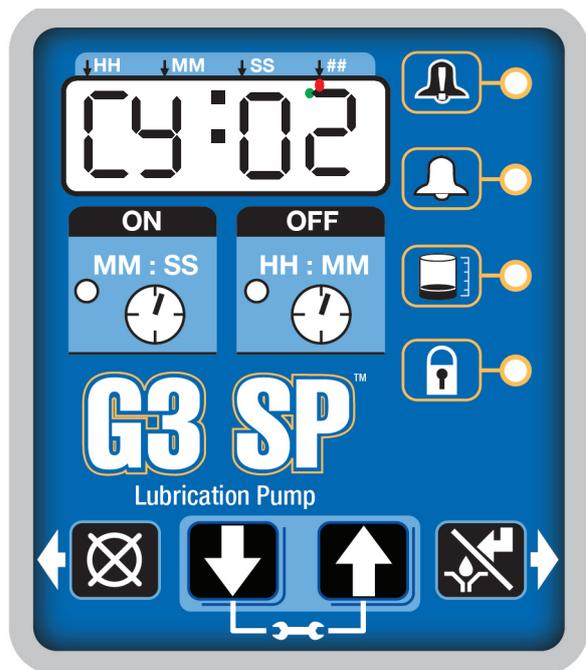

FIG. 30
2. Quand le compte à rebours du temps d'ARRÊT arrive à zéro, la pompe de lubrification automatique G3 allume la pompe qui se met en marche pour exécuter le cycle de marche programmé (FIG. 30).
- Un nombre défini de décomptes déclenchés dans un système basé sur un cycle (CY). Généralement, un commutateur de proximité raccordé à une vanne de répartition.
- L'écran indique le capteur (CY) et les cycles restants pour ce capteur (FIG. 30).
L'exemple illustré à la FIG. 30 montre le capteur CY avec 2 cycles restants.